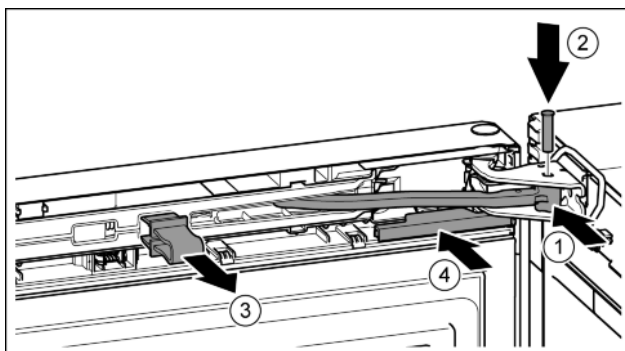

Fig. 22
- ▶ Forgassa a csapágybakba a csuklót. Fig. 22 (1)
- ▶ Helyezze be a csapágybakba és a csuklóba a csapszeget. Közben ügyeljen közben arra, hogy a bekattanó bütyök megfelelően illeszkedjen a horonyba. Fig. 22 (2)
- ▶ Vegye le a biztosítékot. Fig. 22 (3)
- ▶ Tolja fel a fedelet. Fig. 22 (4)